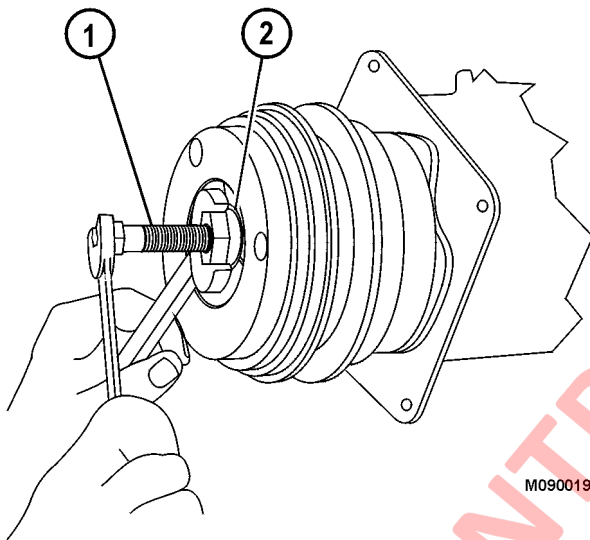

FIGURA 4-25.
3. Ensarte el instalador de la placa de transmisión (1, Figura 4-25) en el eje del compresor. El espaciador (2) debe estar en posición bajo la tuerca hexagonal de la herramienta.
4. Use el instalador de la placa de transmisión para presionar el embrague en el compresor (1). Siga presionando la placa del embrague hasta que quede un espacio de 2 mm (0,08 in) entre la superficie de fricción del embrague y la